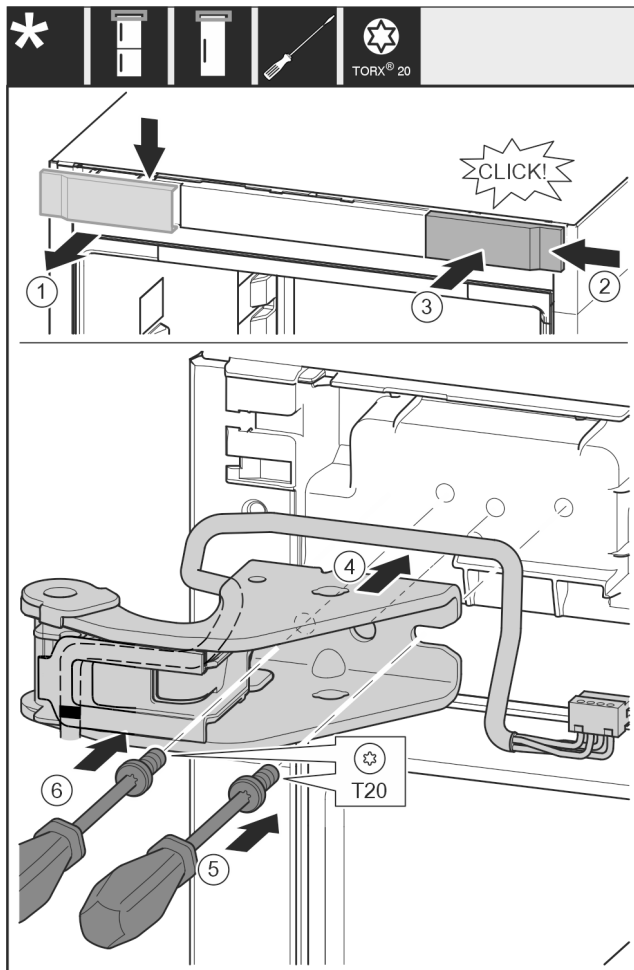

Fig. 32
- ▶ Odoberte kryt zhora dopredu. Fig. 32 (1)
- ▶ Kryt zaveste na druhú stranu sprava otočený o 180°. Fig. 32 (2)
- ▶ Kryt zaklapnite. Fig. 32 (3)
- ▶ Nasadte hornú ložiskovú konzolu. Fig. 32 (4)
- ▶ Skrutku nasadte a pevne zaskrutkujte skrutkovačom T20. Fig. 32 (5)
- ▶ Skrutku vložte a pevne zaskrutkujte skrutkovačom T20. Fig. 32 (6)